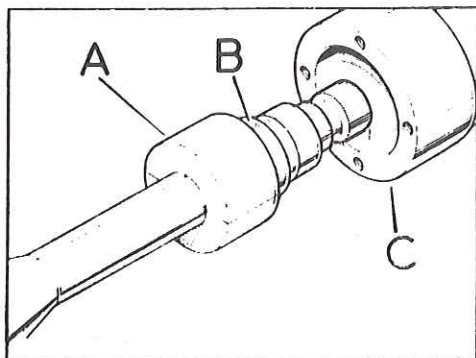

Fig. G-54 Montaje del eje en la caja compensadora
- 3.3. Introducir el conjunto del eje y casquillo en la caja compensadora, por su parte inferior, (Fig. G-54).